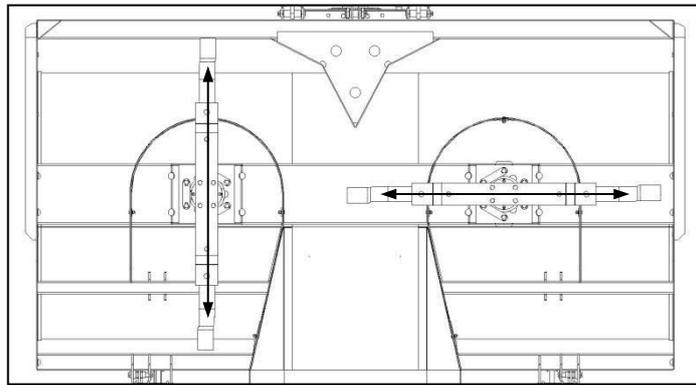

Fig. 10
- ✔ Weigh blades before installation. Blades of nearest equivalent masses should be installed in opposing positions on the same cutting gear assembly to maintain balance (Fig. 10).
- ✔ Weeg lemme voor hulle aangebring word. Lemme met die naaste eenderse massas moet teenoor mekaar op dieselfde snymeganismontering aangebring word om balans te handhaaf (Fig. 10).